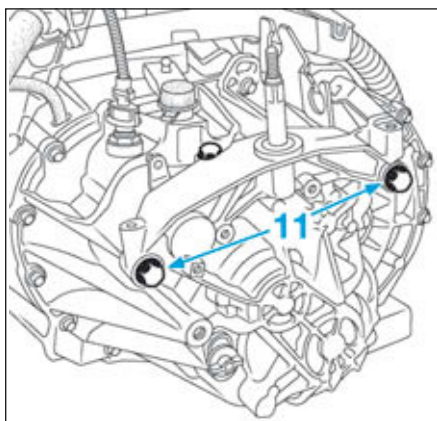

FIG.10
- Déposer les vis inférieures (11) (Fig.10) du support de la boîte de vitesses robotisée.